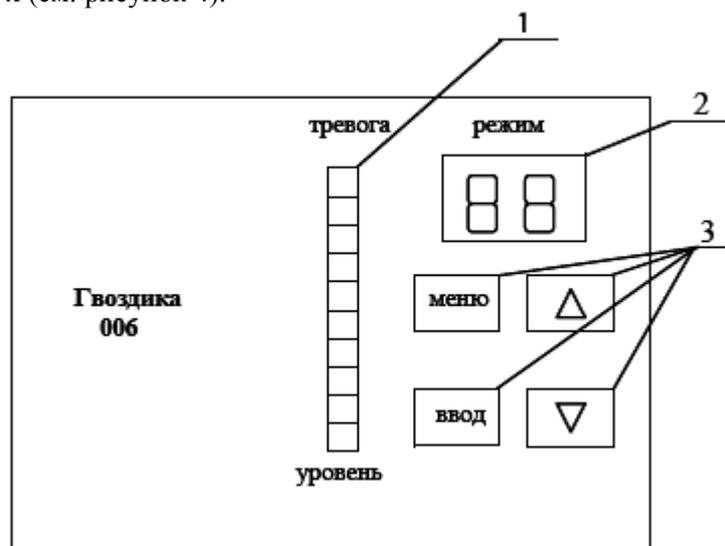

Рисунок 4. Лицевая панель БПГ.
7.1.2. Установить сетевой переключатель в положение «1». На ЛИУ на лицевой панели БПГ должны последовательно загореться нижний зеленый индикатор напряжения питания, затем 2 верхних красных и звуковой индикаторы тревоги и затем несколько зеленых индикаторов. Не более чем через 60 с красные и звуковой индикаторы должны выключиться и МО должен перейти в рабочее состояние. В нормальной помеховой обстановке количество зеленых индикаторов по шкале ЛИУ не должно превышать 4-х (см. рисунок 4).